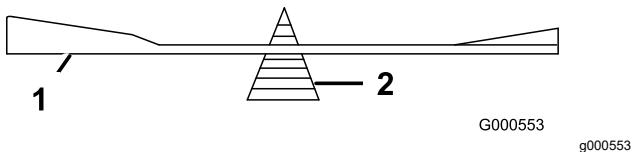

Bild 35
2. Prüfen Sie die Auswuchtung des Schnittmessers auf einer Ausgleichsmaschine (Bild 35).